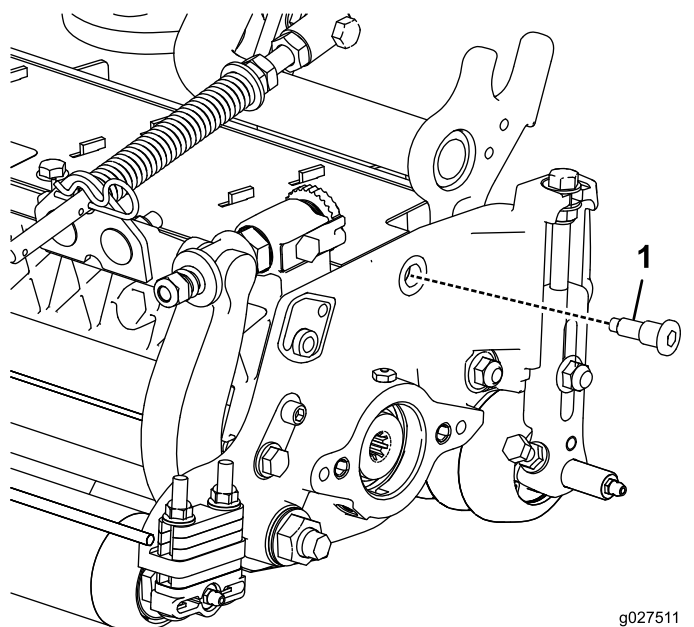

Figura 22
1. Sostituite il bullone di spallamento esistente con un nuovo bullone di spallamento ($\frac{3}{8}$ " x 0,58") come mostrato nella Figura 22 prima di installare il motore del cilindro.